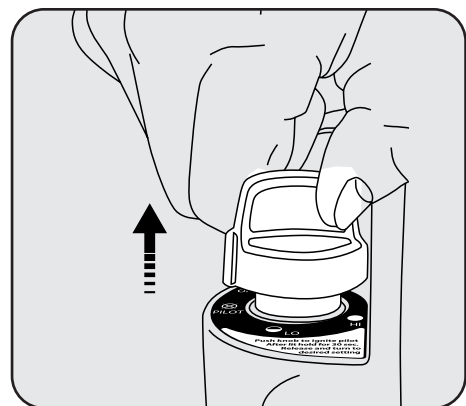

Figura 6
6. Después de encender el piloto, suelte la perilla. Ver la Figura 6. La perilla debe quedar extendida por completo. Para operar el calentador, presione levemente la perilla y gire suavemente para asegurarla en la posición deseada.